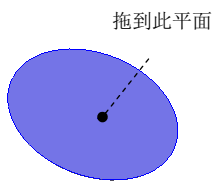
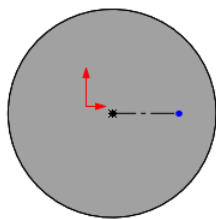

图 7.4.10 成形工具特征
图 7.4.11 编辑草图
Step4. 放置成形工具。在“设计库”预览对话框中选择“form_tool_01”文件并拖动到图 7.4.10 所示的平面，此时系统弹出“成形工具特征”对话框；在系统弹出的“成形工具特征”对话框中单击  按钮，完成成形特征的创建；单击设计树中成形工具特征节点前的“+”，右击“草图 2”节点，在弹出的快捷菜单中选择  命令，进入草绘环境；编辑草图，如图 7.4.11 所示。退出草绘环境，完成成形特征 1 的创建。